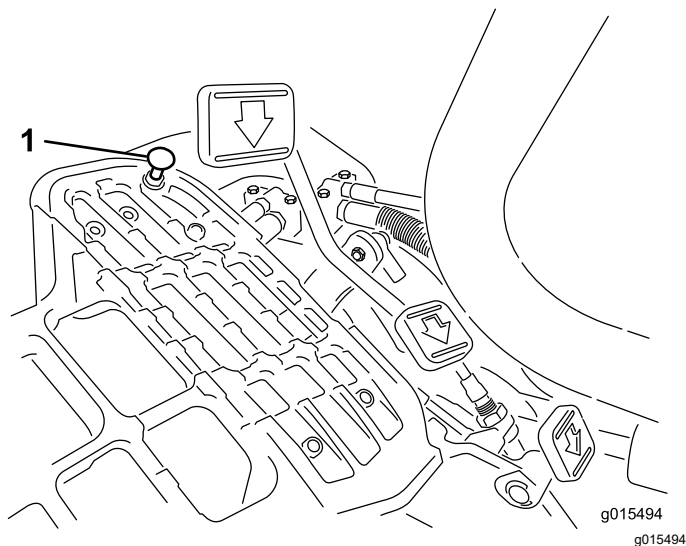

図 38
モードレバーを移動走行位置にセットし、ペダルを一杯に踏み込めば最高速度となります。ケーブルに張力が掛かる前にペダルがストップ 図 38 に当たる場合には調整が必要です。
1. モードレバーを移動走行位置にセットし、ペダルストップを固定しているロックナットをゆるめる図 38。